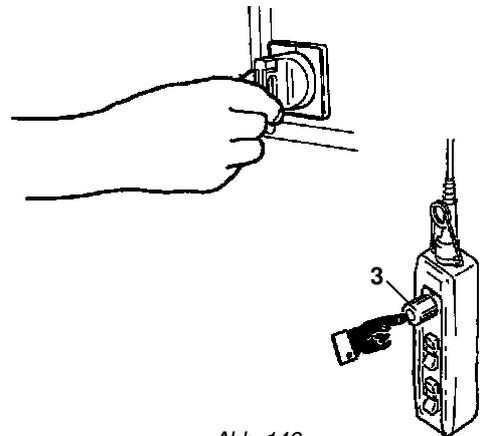

Abb. 146
2. Unterbrechen Sie die Betriebsspannung des E-Zugs, indem Sie den Not-Aus-Taster -3- drücken und den Hauptschalter auf “O” oder “OFF” stellen. Begeben Sie sich unter den nötigen Sicherheitsvorkehrungen in den Arbeitsbereich und bewahren Sie die Druckknopftafel in der Höhe auf, um zu vermeiden, dass sie vom Boden aus betätigt werden kann (Abb. 146).